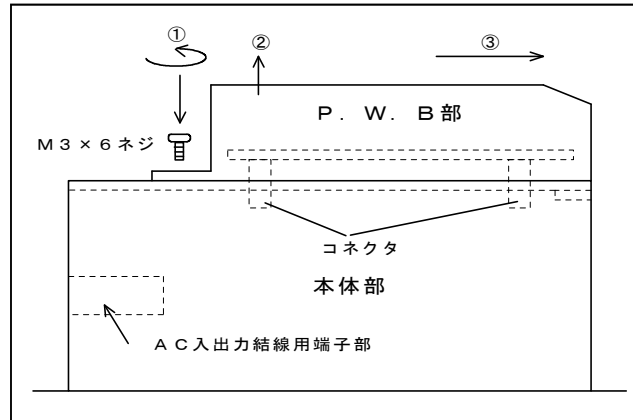

図1 取り外し手順参考図
1. ①のネジ（2本）を外します。
2. ②のようにP.W. B部手前を少し上げ③方向に押ししてください。（図1参照）本体部とP.W. B部が分離されます。